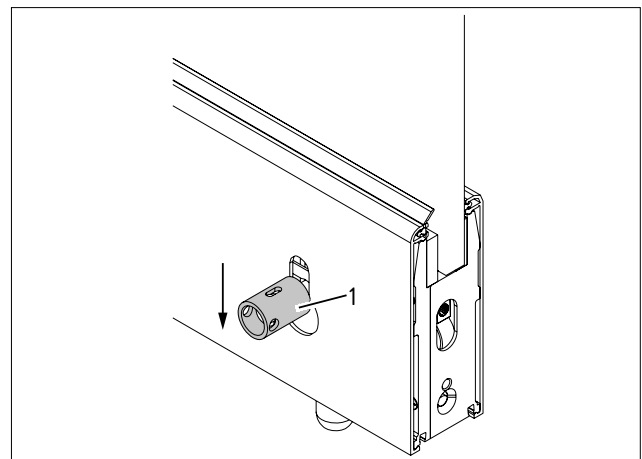

Abb. 27 Hülse ziehen
4. Hülse („Abb. 27 Hülse ziehen“ auf Seite 16/1) in die Bodenbuchse drücken.